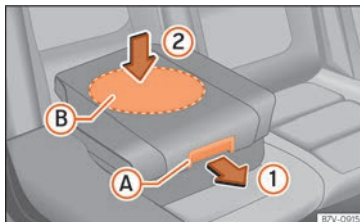

Fig. 36 Asiento integrado para niños: bajar el cojín.
- Tire del cojín hacia delante por la palanca de desbloqueo »» fig. 36 A en la dirección de la flecha 1.
Al bajar el asiento integrado para niños, presione sólo sobre el centro del cojín »» fig. 36 2. De lo contrario, el cojín se podría torcer y no encastrar correctamente.